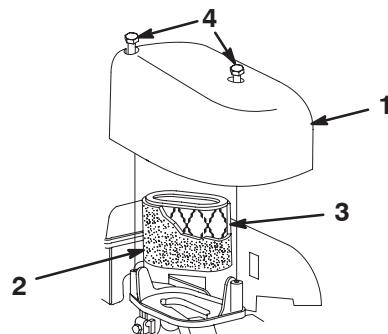

Figure 15
3. Retirez les vis de fixation du couvercle du filtre à air (Fig. 15).
4. Déposez le couvercle et nettoyez-le soigneusement (Fig. 15).
6. Nettoyez-le à l'eau avec un détergent doux, puis séchez-le en le serrant légèrement dans un chiffon (Fig. 15).
7. Enlevez et jetez l'élément filtrant en papier (Fig. 15).
8. Insérez l'élément en papier neuf dans le préfiltre en mousse (Fig. 15).
9. Posez le filtre à air neuf (Fig. 15)
10. Posez et fixez le couvercle en place (Fig. 15).